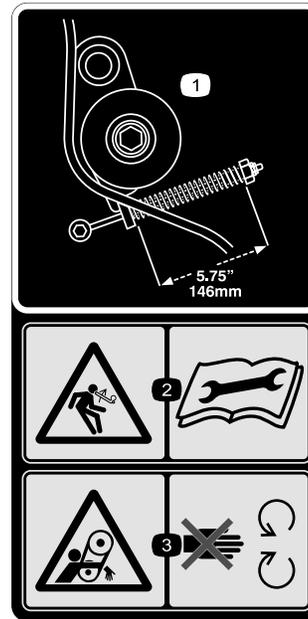

Рисунок 33
1. Проверьте правильность натяжения ремня, сжав пружину натяжного шкива до длины 146 мм; см. Рисунок 33.